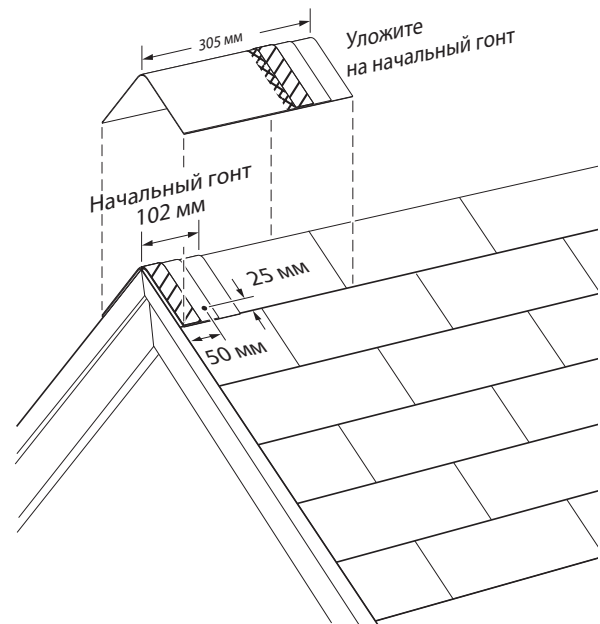

Рис. 12-19. Уложите целый покрывающий гонт на начальный гонт.
**ПРИМЕЧАНИЕ:** У верхнего края каждого покрывающего гонта имеется метка для укладки/выравнивания, позволяющая выровнять кусок гонта по центру на линии конька, и по одной метке с каждой стороны, указывающих надлежащую величину открытого участка и расположение линии тени (Рис. 12-19). Боковые метки укладываемого куска следует выровнять по верхнему краю предыдущего гонта.
При закреплении начального гонта вбейте гвоздь на расстоянии 2,5 см **внутри** от каждой боковой кромки и на расстоянии примерно 5 см выше открытой кромки начального гонта, убедившись, что гвоздь входит в обрешётку на 19 мм или проходит через неё насквозь (см. Рис. 12-19). При закреплении каждого целого гонта Cedar Crest, вбивайте гвозди на расстоянии 22 см выше его открытой кромки и 2,5 см внутрь от каждой боковой кромки (см. Рис. 12-20).
Уложите основную часть кровельного покрытия до ребра или конька с обеих сторон крыши и обрежьте гонты вровень на обеих сторонах. Убедитесь, что гонты Cedar Crest будут надлежащим образом закрывать верхний ряд гонтов с обеих сторон ребра или конька. Подготовьте начальный гонт шириной 10 см, **отрезав нижний кусок с цветными гранулами шириной 20,3 см** от одного гонта Cedar Crest. Уложите начальный кусок гонта шириной 10 см с приподнятой кромкой накрываемого участка на нижний угол ребра или на любой конец конька таким образом, чтобы он нависал над углом ребра или концом конька примерно на 13 мм, и согните начальный гонт по центральной линии, чтобы придать ему форму, необходимую для укладки (см. Рис. 12-19). Вбейте гвоздь с каждой стороны примерно на 5 см выше края открытого торца начального гонта и в 2,5 см внутрь от каждой боковой кромки гонта.